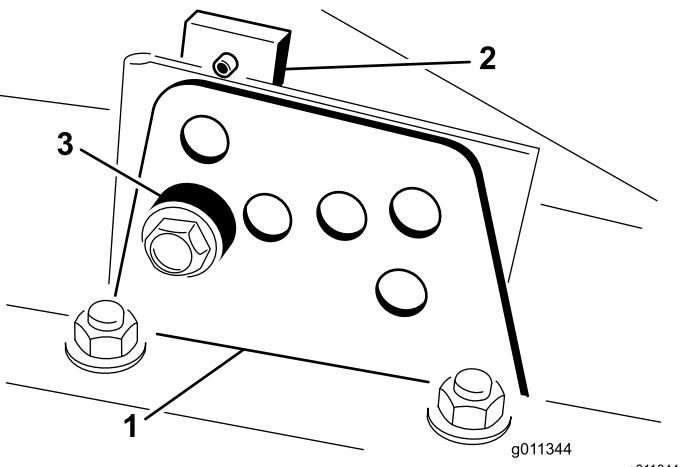

Figura 8
2. Afloje el perno que sujetla cada soporte de altura de corte a la pletina de altura de corte (delante y en cada lado) (Figura 8).
4. Sujetando la cámara, retire el espaciador (Figura 8)